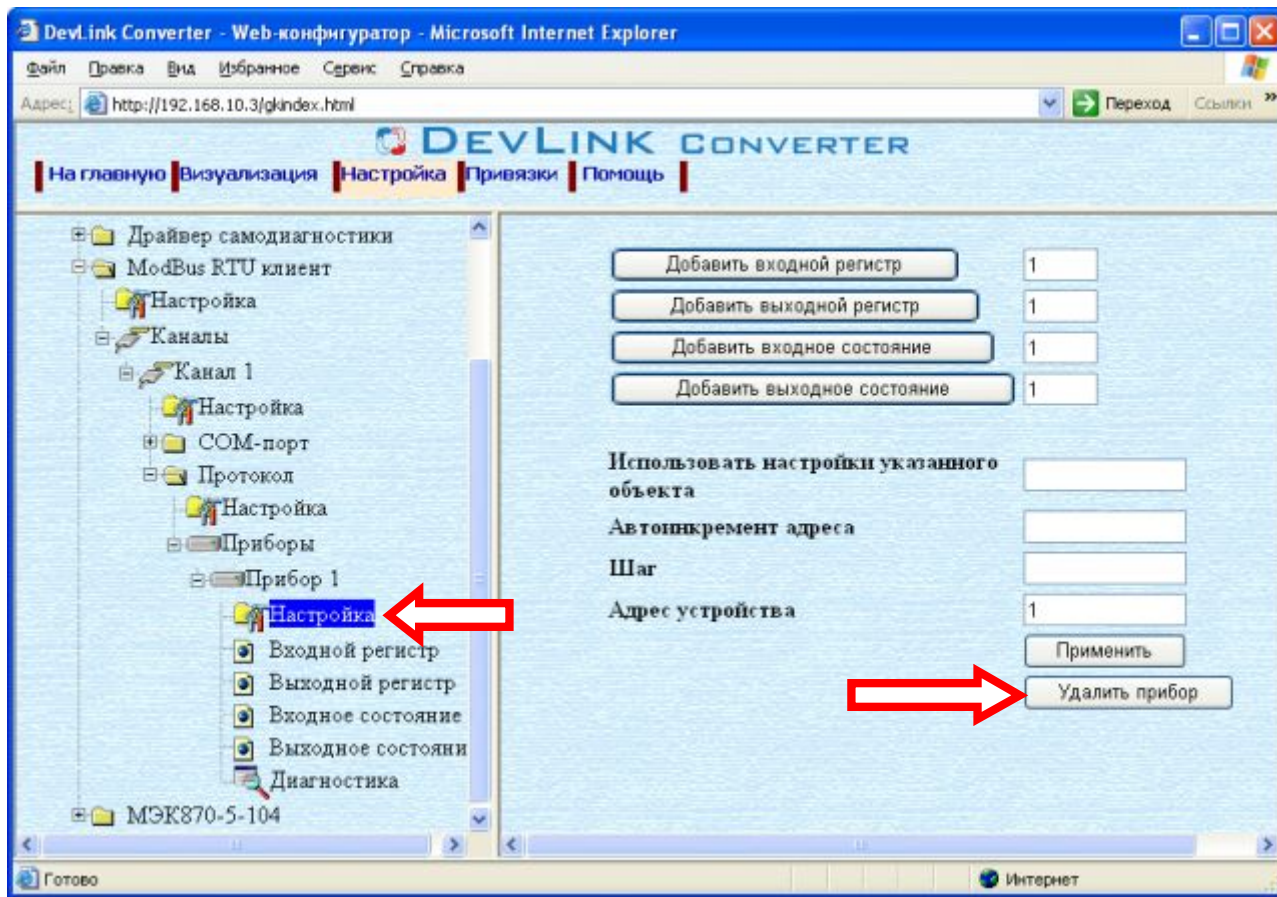

Рисунок 3.6 – Удаление прибора из канала
- Перейдите на *страницу «Настройка»* необходимого для удаления прибора. В результате в правом фрейме (фрейм «Настройка») конфигуратора появится элемент кнопка «*Удалить прибор*» (рисунок 3.6).